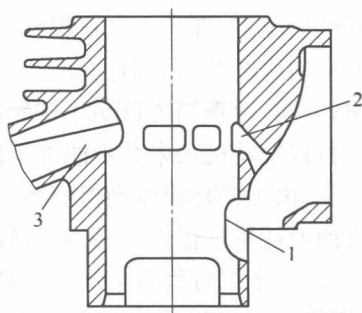

图 1-12 二行程发动机气缸体
(2)二行程发动机在气缸体中部或下部设有排气口和扫气口,有的还有进气口,如图 1-12 所示。机型不同,气缸体上各气口的形状、大小及分布位置也不同。气口的形状和位置直接影响发动机的性能。